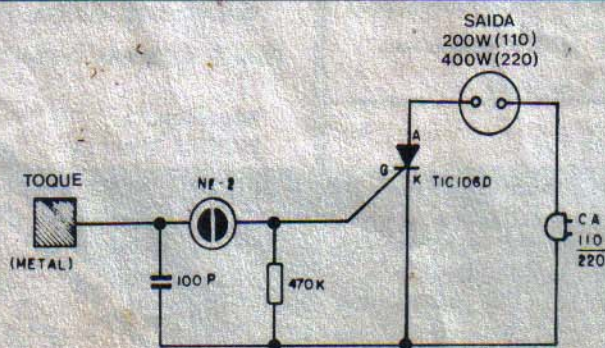

Fig. 1
- FIG. 1 - "Esquema" da MINI-MONTAGEM. Um tiristor comum (TIC106D) comanda diretamente a carga, intercalado entre esta e a C.A.. O controle do SCR é feito através de uma pequena lâmpada neon (NE-2) cujas características de disparo se